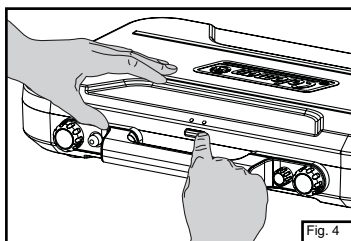

Fig. 4
■ Ouvrez le couvercle: poussez la patte de dégagement du loquet, au-dessus de la poignée. (Fig. 4)